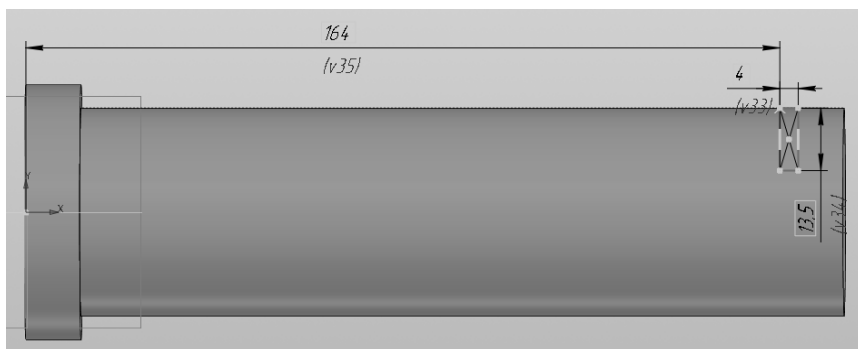

Рис. 1.40. Создание эскиза паза
1. Выбрать плоскость, проходящую вдоль через середину детали (например, базовую плоскость **XY** (**XZ**)), и создать в ней эскиз, содержащий прямоугольник с размерами **4x13,5** мм (рис. 1.40).